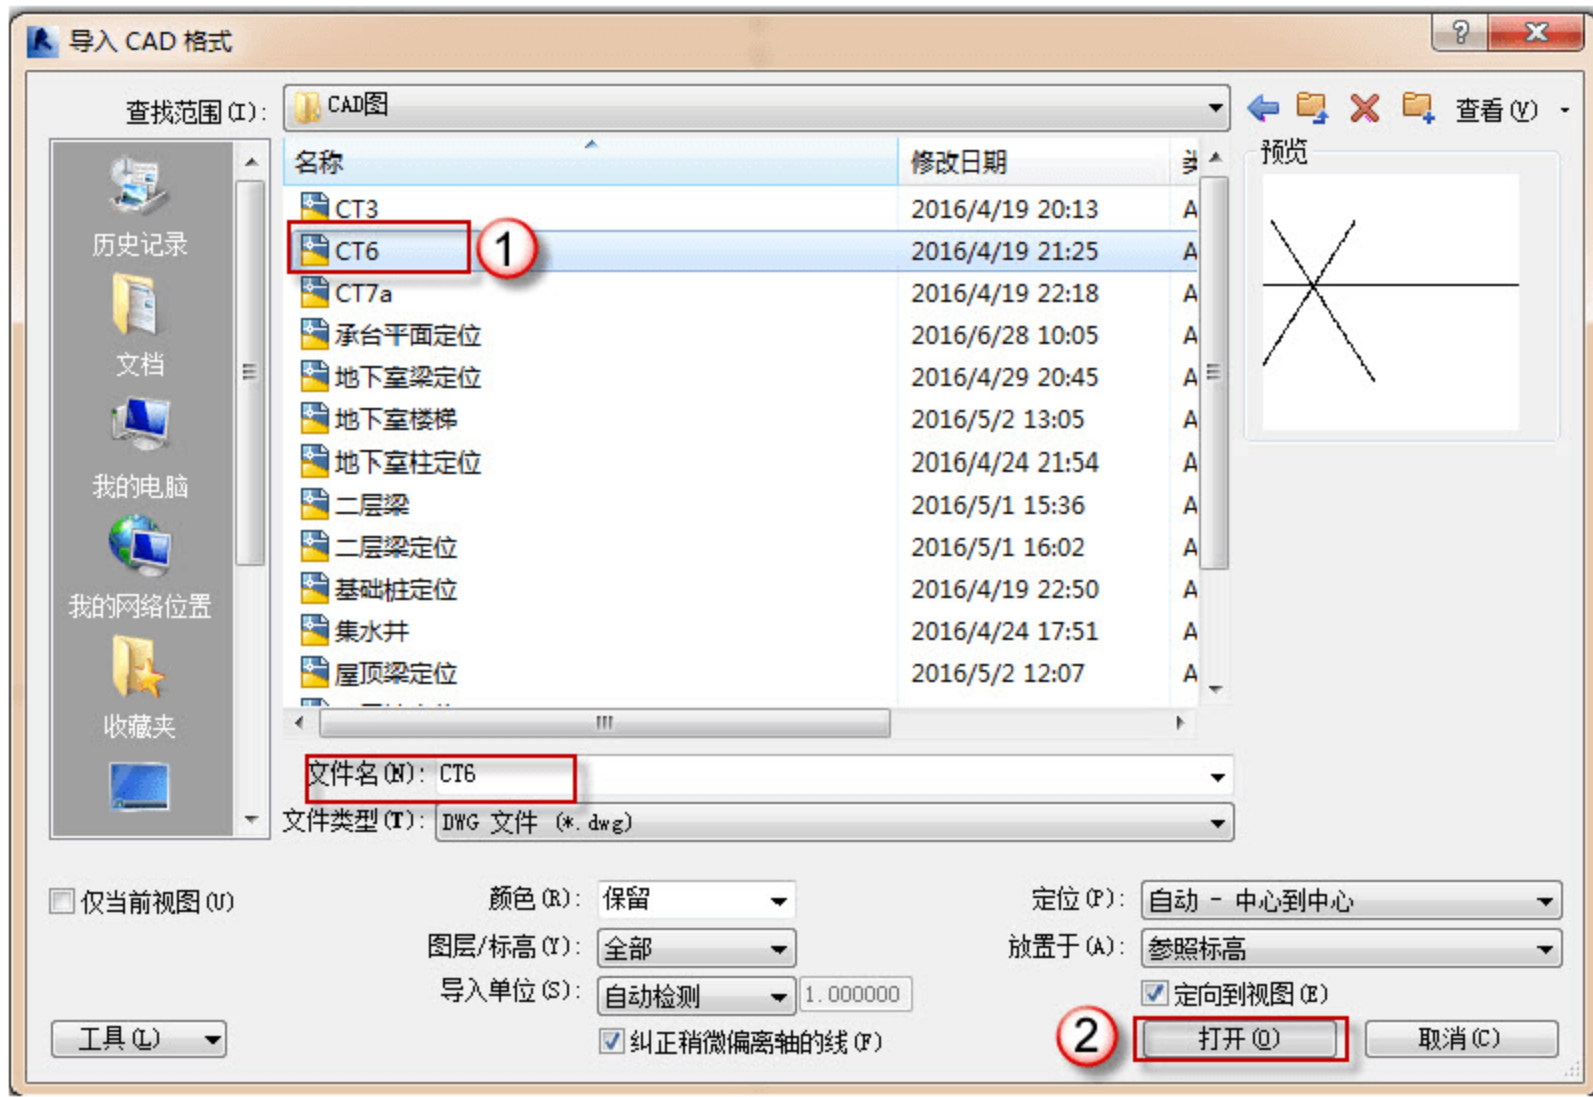

图 2.1.66 导入 CAD 图
(2) 导入配套资源中的 DWG 文件。选择“插入”→“导入 CAD”命令，在弹出的“导入 CAD 格式”对话框中选择“承台 CT6” DWG 文件，如图 2.1.66 所示。